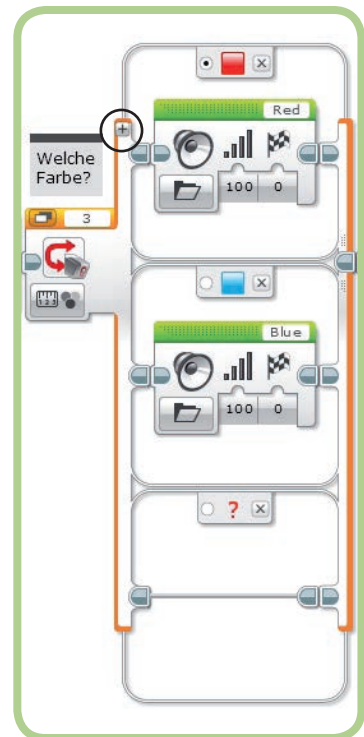

Abbildung 6-14: Einen neuen Fall hinzufügen
Im jetzigen Zustand kann das Programm nur blaue Objekte korrekt identifizieren, denn es deklariert alle nicht blauen Objekte als rot (da »Rot« als Standardfall gekennzeichnet ist). In diesem Abschnitt ändern wir das Programm so, dass es, wenn es keine Farbe erkennen kann, »Uh-oh« sagt. Der Schalterblock enthält zurzeit zwei Fälle, nämlich einen für rote und einen für blaue Objekte. Über die Schaltfläche *Fall hinzufügen*, die in Abbildung 6-14 eingekreist ist, kannst du den Block um einen weiteren Fall ergänzen. Hast du einen Fall hinzugefügt und willst ihn später wieder entfernen, klickst du auf die Schaltfläche mit dem kleinen x auf der rechten Seite des Registers am oberen Rand des Falls.
4. Klicke auf **Fall hinzufügen**. Der Schalterblock sieht danach aus wie in Abbildung 6-14.